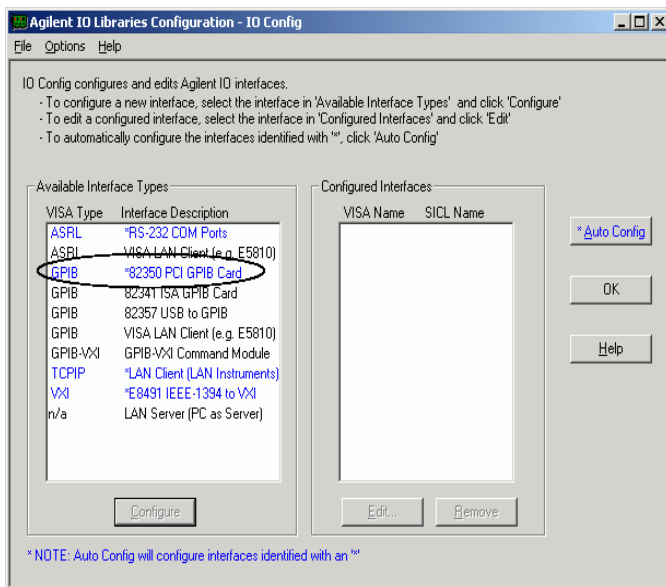

Figura 16 Selezione del tipo di interfaccia adatto dalla finestra I/O Config
- 5 Dall'elenco di tipi di interface disponibili, scegliere il tipo corretto per il sistema in uso: “82350 PCI GPIB” per la scheda Agilent 82350 (vedere la Figura 16).